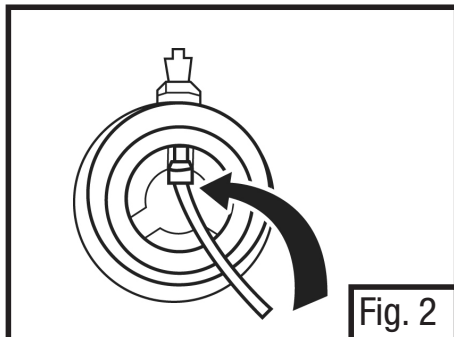

Fig. 2
3. Deslize uma ponta do tubo amostrador cortado no encaixe interno do adaptador 601. (Fig. 2)